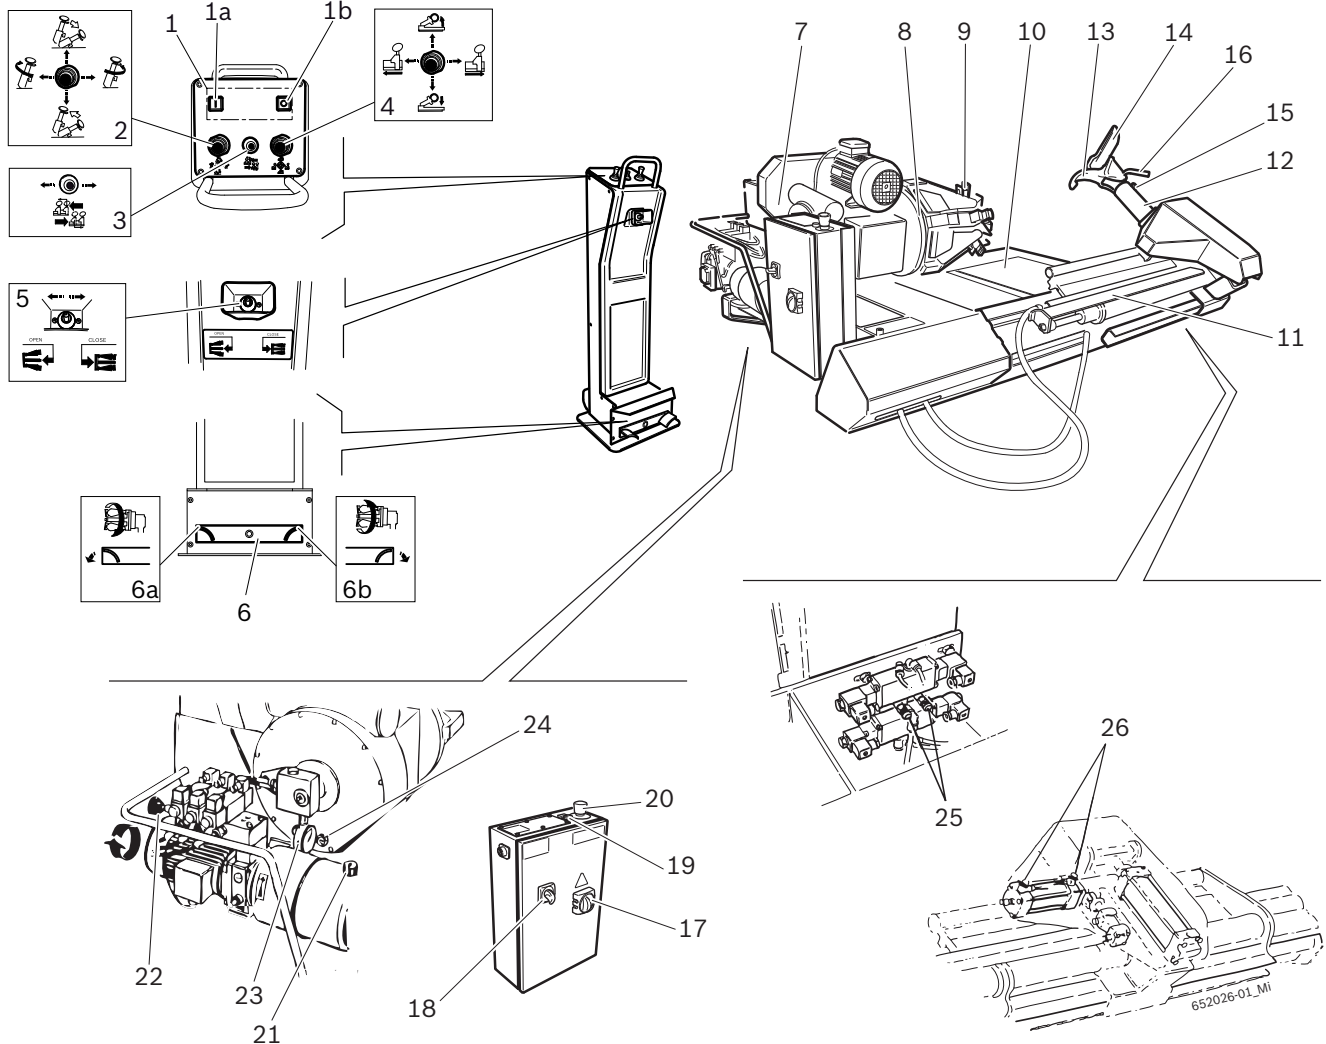

Fig. 1: JUMBO TCS56
La brida de ajuste funciona a través del circuito hidráulico a alta presión, regulable de 20 a 130 bar rotando la manopla correspondiente (Fig. 1, pos. 20) y leyendo el valor sobre el manómetro (Fig. 1, pos. 21). La presión normal de ejercicio es de 130 bar. Para llantas débiles o particularmente delgadas es necesario disminuir dicha presión.